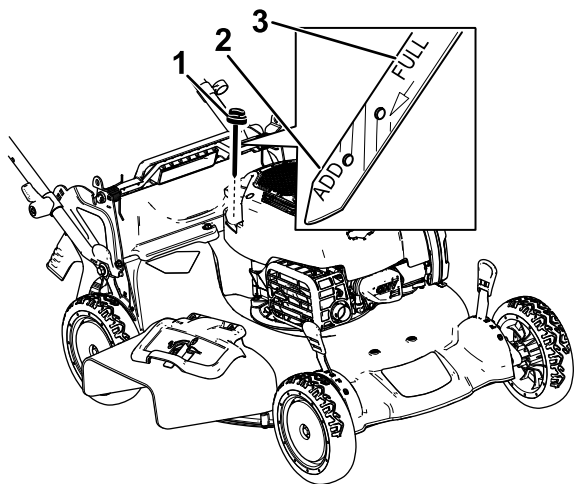

Рисунок 29
3. Выньте масломерный щуп, повернув крышку против часовой стрелки и вытянув ее (Рисунок 29).
10. Определите уровень масла по отметкам на щупе (Рисунок 29).